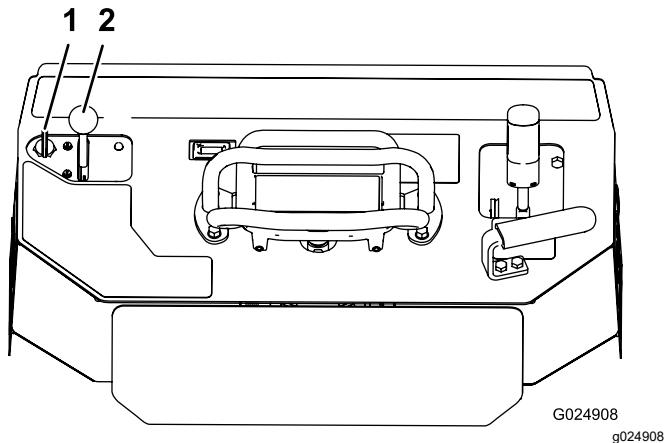

Bild 18
1. Stellen Sie den Gasbedienungshebel zwischen die Stellung LANGSAM und SCHNELL (Bild 18).
2. Drehen Sie den Schlüssel in die EIN-Stellung (**Bild 18**). Lassen Sie den Schlüssel los, wenn der Motor anspringt.
3. Schieben Sie den Gasbedienungshebel auf die gewünschte Stellung (**Bild 18**).